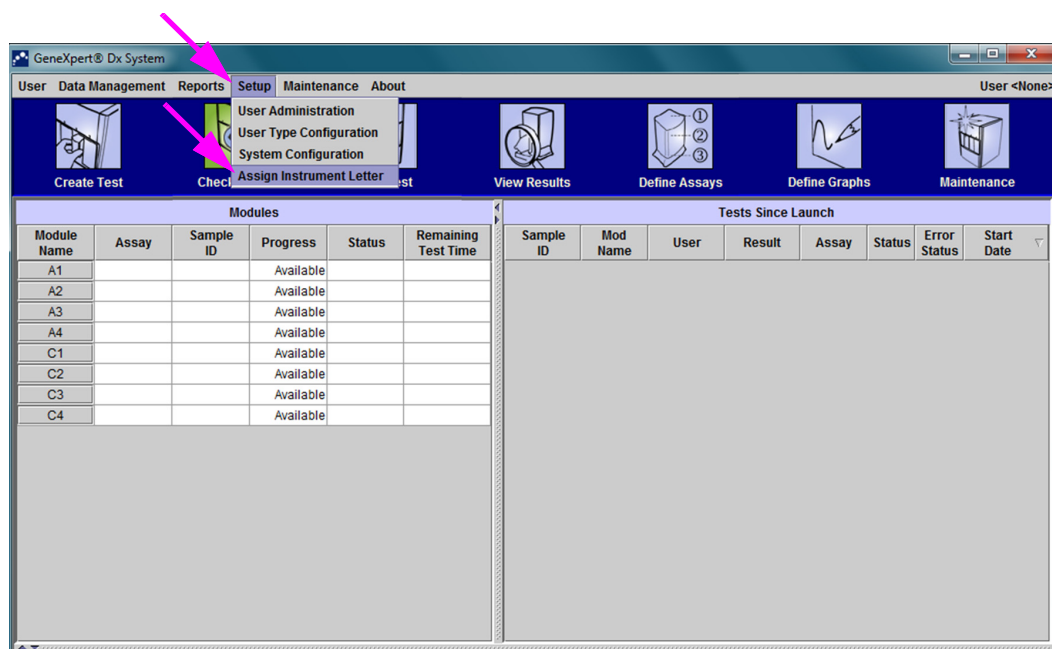
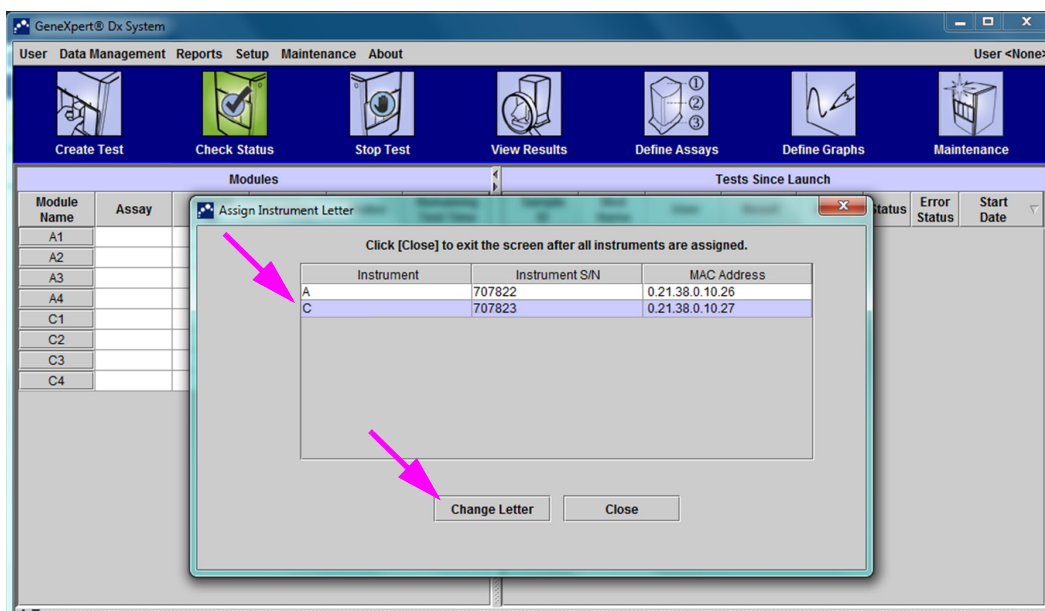

Figura 2-66. Fereastra sistemului GeneXpert Dx, afișând meniul vertical Configurare
Figura 2-67. Fereastra sistemului GeneXpert Dx cu caseta de dialog Alocare literă instrumentului suprapusă
3. Pentru a vă asigura că alocările literelor se potrivesc cu instrumentul GeneXpert GX-XVI, faceți clic pe **Configurare (Setup)** în bara de meniu din fereastra sistemului GeneXpert Dx (consultați Figura 2-66), apoi selectați **Alocare literă instrumentului (Assign Instrument Letter)** din meniul vertical. Se afișează caseta de dialog Alocare literă instrumentului (Assign Instrument Letter) (consultați Figura 2-67). În același timp, indicatoarele LED verzi ale celor patru module care cuprind cadranul selectat vor lumina intermitent.
- Pentru a schimba litera alocată, faceți clic pentru a selecta instrumentul pe care doriți să îl modificați și apoi faceți clic pe **Modificare literă (Change Letter)** în caseta de dialog Alocare literă instrumentului (Assign Instrument Letter) (consultați Figura 2-67).
6. Faceți clic pe **Închidere (Close)** pentru a închide caseta de dialog Alocare literă instrumentului (Assign Instrument Letter) (consultați Figura 2-67).